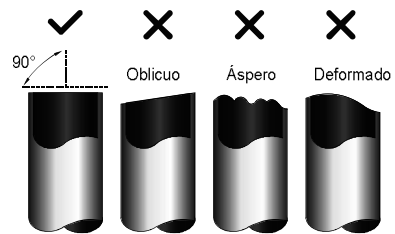

Fig. 5.1
3. Cortar el tubo en un perfecto ángulo de 90°. Ver la Fig. 5.1 para ejemplos mal corte.